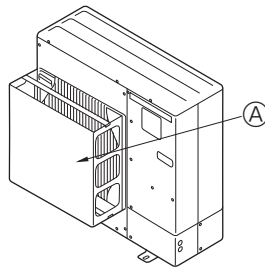

Fig. 2-4
- ② Установите дополнительный воздуховод, если прибор установлен в месте, где сильный ветер от тайфуна и т.д. может попасть непосредственно в вентиляционную решётку. (Fig. 2-4)